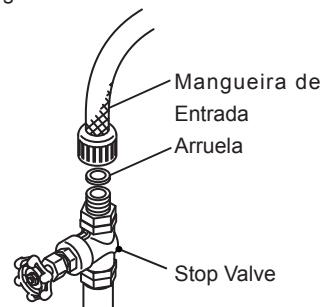

Fig. 4
- 1) Prender a extremidade livre da mangueira de admissão à válvula de bloqueio (Fig. 4), observando se a arruela está corretamente posicionada. Apertar suficientemente à mão para produzir uma junta sem vazamentos. É um cuidado sábio ter a válvula de bloqueio à sua volta.
- 4) Fechar a válvula de bloqueio da linha de suprimento de água potável. Ver Fig. 4.